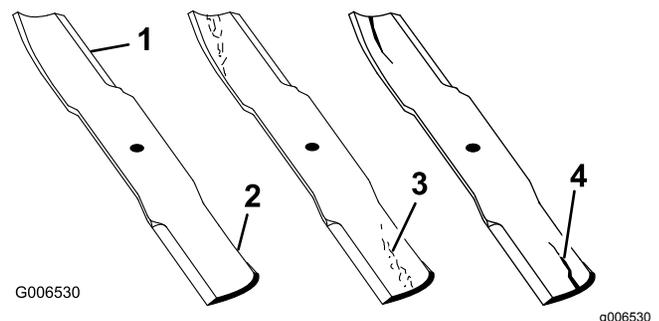

Figura 99
1. Controllate i taglienti (Figura 99).
4. Se notate incrinature, usura o scanalature in questa zona, montate immediatamente una nuova lama (Figura 99).